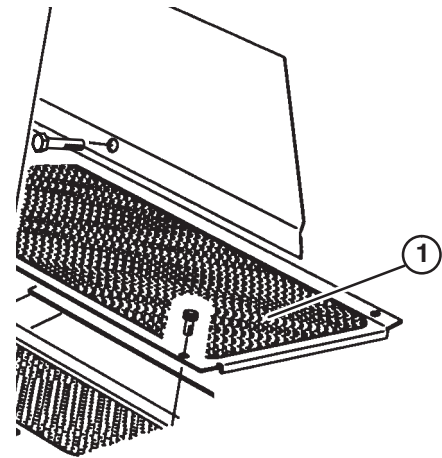

Bild 5
1. Nehmen Sie die Befestigung ab, mit der die linke vordere Ecke der Bodenplatte am Rahmen befestigt ist (Bild 5).
2. Ersetzen Sie sie durch eine Bundkopfschraube (5/16 x 5/8 Zoll), die Sie in den losen Teilen finden (Bild 5).